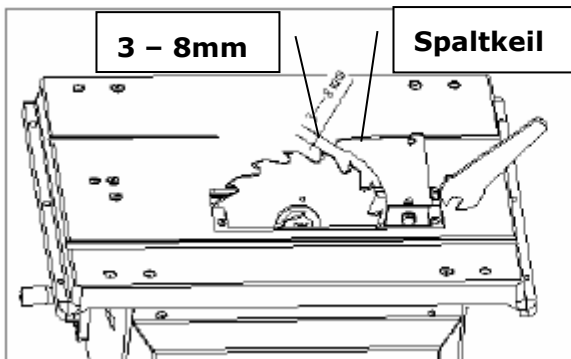

Abb. 6
- Stellen Sie den Spaltkeil auf einen Abstand von ca. **3mm – 8mm** zum Sägeblatt (Abb. 6) ein.